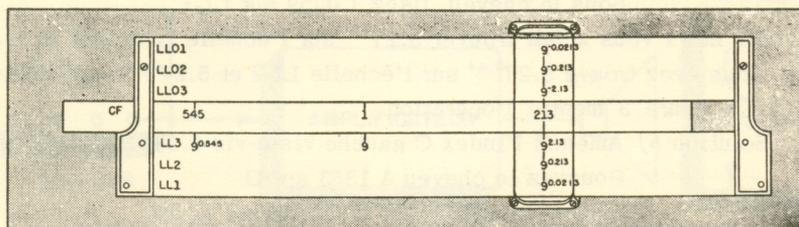

Fig. 2.
Prenons un autre exemple qui va nous montrer la relation qui existe entre les échelles LogLog et les échelles C et D (ou encore CF' et DF'). Cherchons les résultats obtenus en élevant le nombre 9 aux puissances suivantes: 0.545, 2.13, -2.13, 0.213, -0.213, 0.0213, et -0.0213. Remarquez que les chiffres 213 reviennent mais le point décimal et le signe changent. La figure 2 illustre les résultats qui figurent sur les six échelles LogLog. Les réponses sont respectivement les suivantes, (en utilisant l'index 1 de CF' amené vis-à-vis 9 de LL3):
- 1) Pour tout nombre pris sur une échelle LogLog, les autres nombres sur la même échelle qui sont à sa droite représentent une puissance entre 1 et 10. Les autres nombres qui sont à sa gauche, représentent une puissance entre 0.1 et 1. Vous pouvez le constater par la figure 2.
- 2) Sur deux échelles qui se suivent, LL1, LL2, LL3, ou LL01, LL02, LL03, le cheveu montre un même exposant dont le point décimal est déplacé d'un chiffre étant ascendant en valeur comme les échelles. Voyez à la figure 2:
3) Quand le cheveu est vis-à-vis la puissance positive d'un nombre sur une échelle LogLog, il est également à la même puissance, mais négative, sur l'échelle réciproque. Là encore la figure 2 illustre ce principe. Voyez: